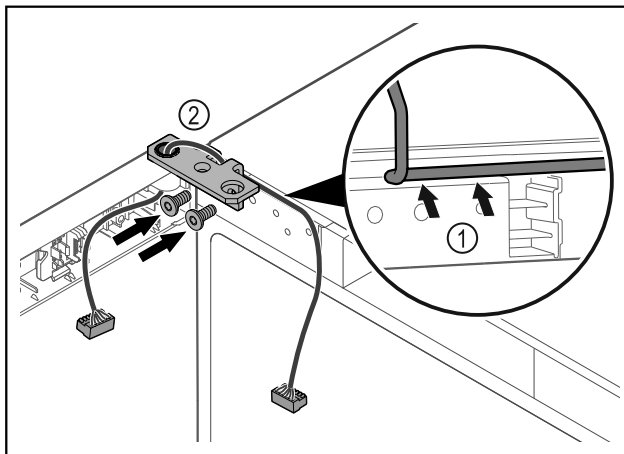

Fig. 41
- Kaloni kabllon përmes së prerës në profilin e menteshës dhe shtrijeni me kujdes Fig. 41 (1).
- Mbërtheni vidat e profilin të menteshës Fig. 41 (2).